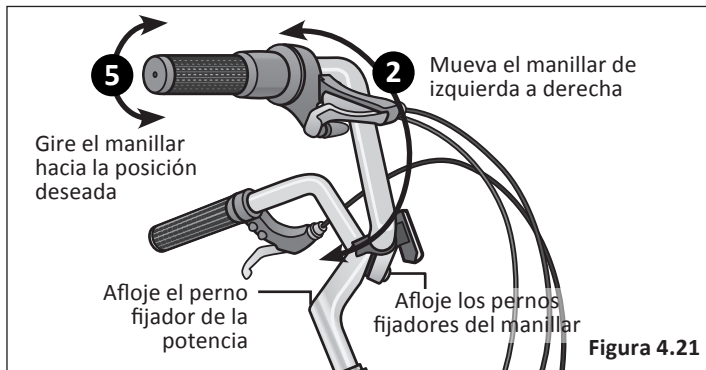

Figura 4.21
- 2 Usando una llave Allen de 6 mm, afloje el perno fijador de la potencia y mueva el manillar a izquierda o derecha hasta que quede alineado con la rueda delantera. **Figura 4.21**
- 5 Gire el manillar a la posición deseada. **Figura 4.21**